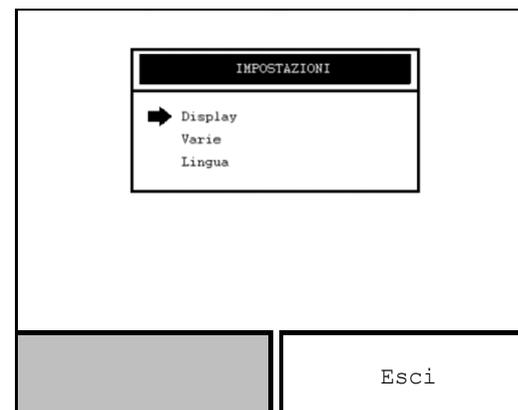

Fig. 10
1. premere il tasto funzione relativo al pulsante IMPOSTAZIONI in corrispondenza della schermata di fig. 4; compare la schermata principale del pulsante IMPOSTAZIONI (vedi fig. 10)
1. Ruotare la manopola encoder in corrispondenza della schermata principale del pulsante IMPOSTAZIONI fino a posizionare il cursore sul menù DISPLAY (vedi fig. 10)
1. Ruotare la manopola encoder in corrispondenza della schermata principale del pulsante IMPOSTAZIONI fino a posizionare il cursore sul menù VARIE (vedi fig. 10)
1. Ruotare la manopola encoder in corrispondenza della schermata principale del pulsante IMPOSTAZIONI fino a posizionare il cursore sul menù LINGUA (vedi fig. 10)